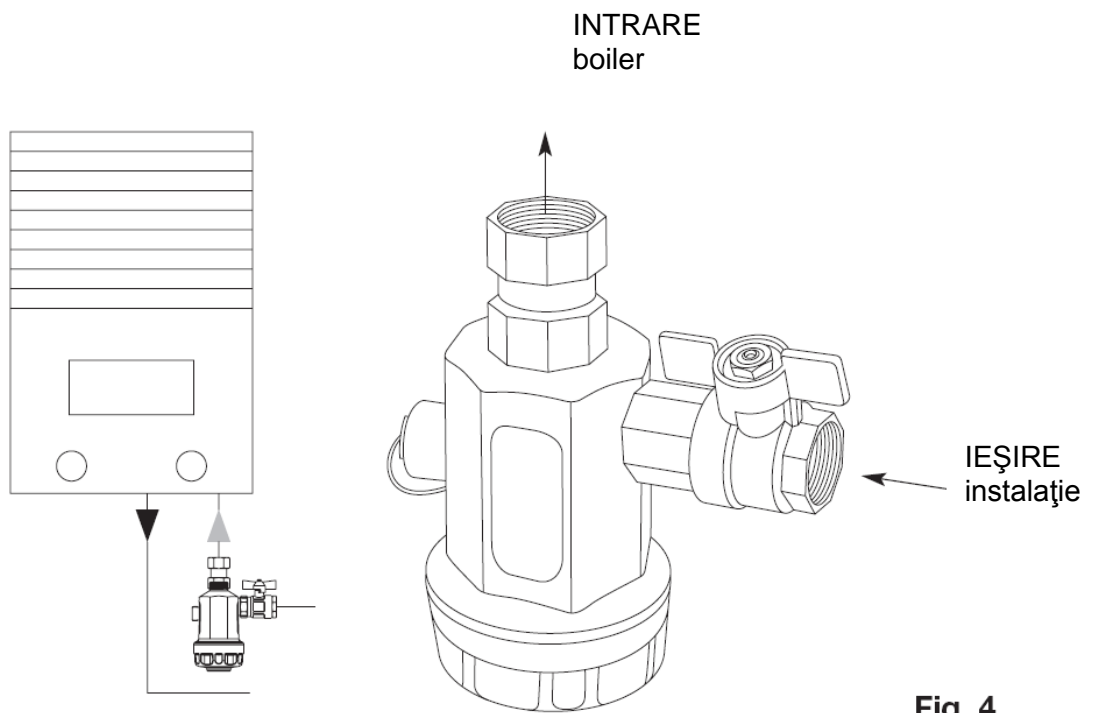

Fig. 4
- instalare orizontală, cu capacul orientat înainte, în cazurile în care există un spațiu limitat sub boiler (de exemplu, boilerul instalat într-o unitate de bucătărie montată pe perete) (**fig. 4**)